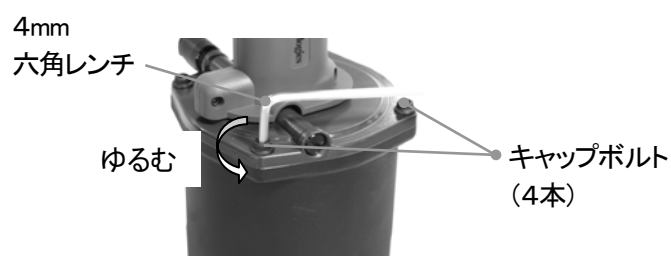

図7-20
- (1) カプラを分離する等により、圧縮空気の供給を止めてください。
- (2) コレクタ、及びノーズハウジングを外して下さい。
- (3) 4mm 六角レンチでキャップボルト(4本)を外してください。(図7-20)